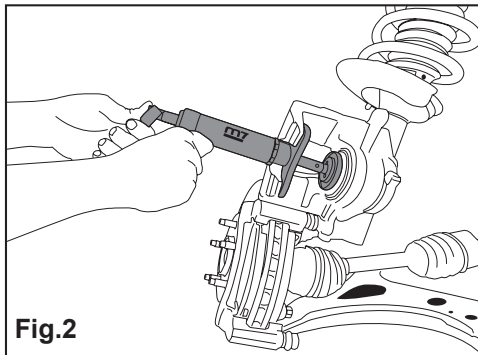

Fig.2
3. Presser le bouton **4** et incliner simultanément le levier **3**, afin de faire pivoter les pistons dans l'étrier de frein, pour le passage des plaquettes neuves. (Fig 2)